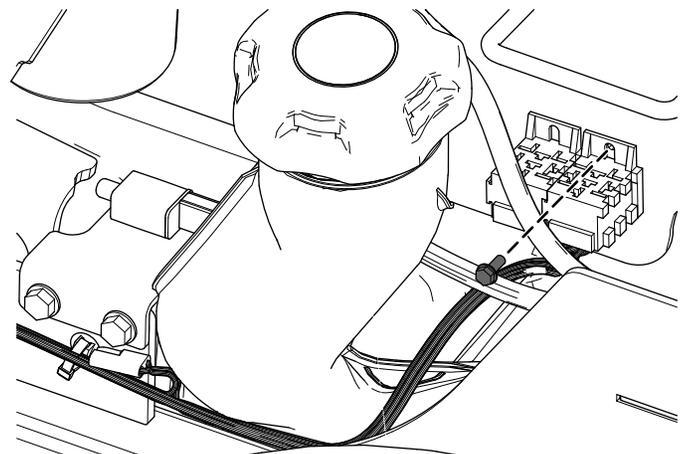

Figura 14
4. Sujete el arnés de cables cerca de los relés usando el tornillo autorroscante Taptite (Figura 14).